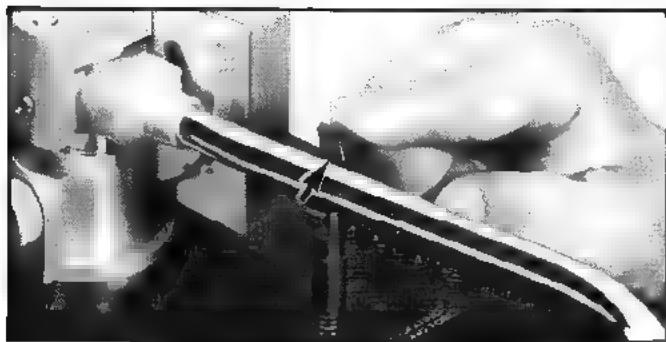

Fig. 20 Abb. 20
1. Put a record on the platter, release the rest clamp. (Fig. 20)
- Hinweis:** Beachten Sie, daß der Bereitschafts-Schalter (READY) während des Abspielens nicht auf "OFF" gestellt ist. Wenn er auf "OFF" gestellt ist, ist ein Abspielen unmöglich und der Nadeldruck beträgt "0". Abb. 20
3. Stellen Sie die Plattenspieler-Geschwindigkeit mit dem Geschwindigkeits-Schalter (SPEED) entsprechend des U/min-Werts der Schallplatte ein. Abb. 20
- Remarque:** Prendre soin de ne pas placer le commutateur READY sur "OFF" durant la lecture. Si celui-ci est placé sur "OFF", la lecture du disque sera impossible du fait que la force d'appui de la pointe de lecture sera de "0". Fig. 20